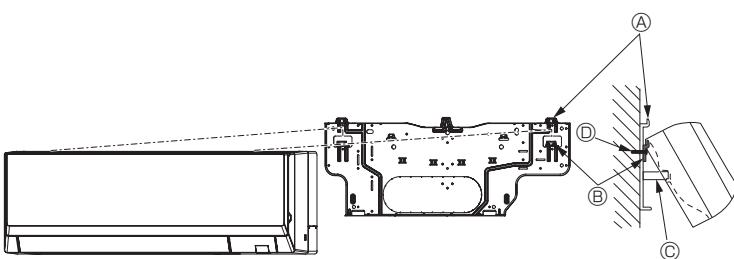

Fig. 3-13
- Если внутренний блок нельзя подвесить и поднять с помощью обычного крючка (размер 2.1. © (расстояние между потолком и блоком) составляет 75 мм или меньше), подвесьте блок на нижний крючок с левой стороны трубопровода. (Fig. 3-13)
(Fig. 3-13)